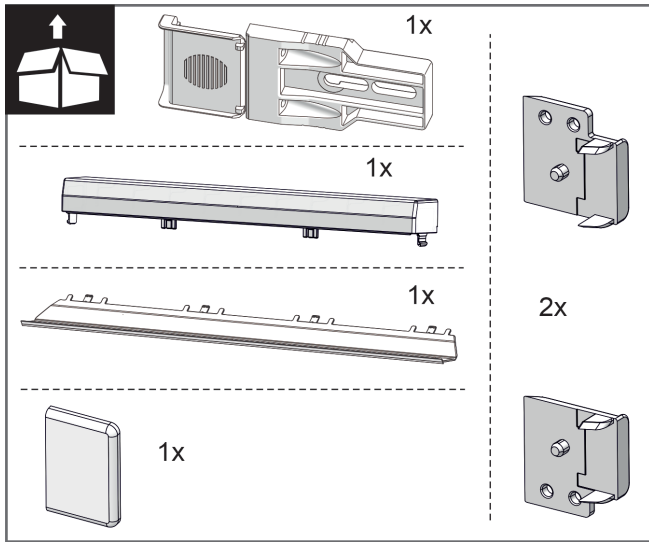
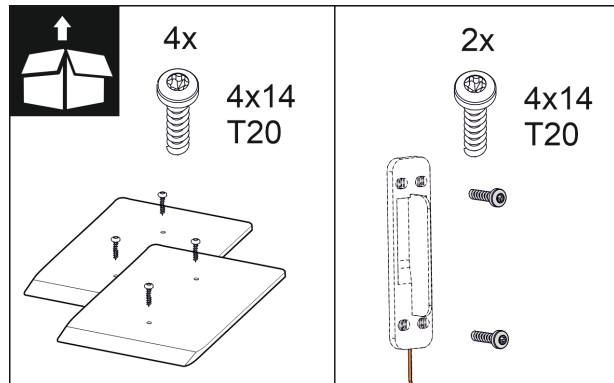

Fig. 11
Fig. 17
2. Skontrolujte montážne diely v príslušenstve. Fig. 11 () až Fig. 17 ()
Montážne diely v príslušenstve Fig. 11 () až Fig. 17 ()